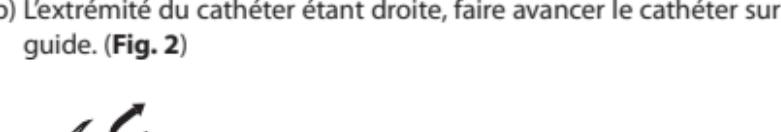

Fig. 3
- c) Après l'avancement initial du cathéter sur le guide, tirer le redresseur vers l'arrière et le peler pour assurer l'avancement du cathéter. (Fig. 3)